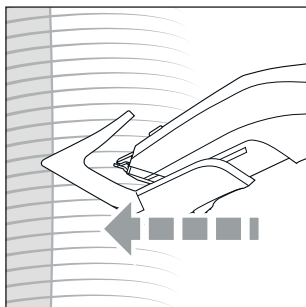

Fig. 7
- 2) Segure o aparelho de modo que o pente encaixável 10/11 ou a cabeça de corte 1 fique, dentro do possível, na vertical junto à cabeça e a lâmina de corte aponte na direção do couro cabeludo (ver fig. 7). Passe o aparelho uniformemente e só numa direção pelo cabelo, a fim de evitar que os cabelos fiquem presos na cabeça de corte 1.